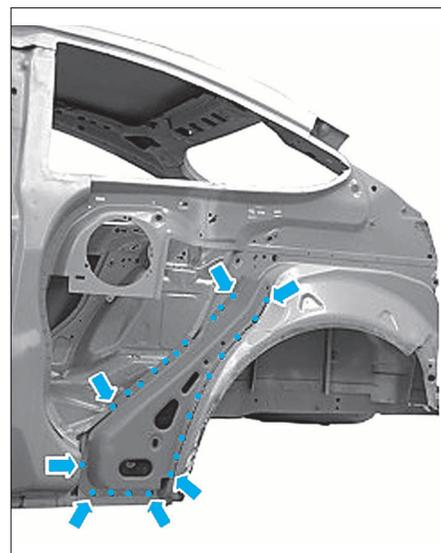

FIG. 75
- Meuler les points de soudure (2).
- Chauffer la zone (4) à 170° afin de décoller l'insonorisant.
- Fraiser les points de soudure (Fig.75) et dégager le renfort de passage de roue.